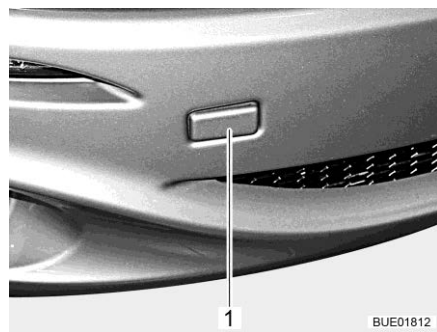

Fig. 47 Copertura per l'alloggiamento dell'occhione di traino (esempio)
- Rimuovere la copertura (Fig. 47,1).